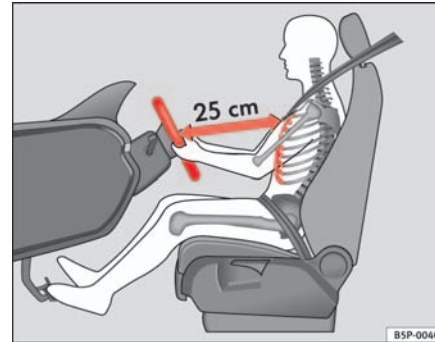

Abb. 113 Die richtige Sitzposition des Fahrers
- Stellen Sie das Lenkrad so ein, bis die gewünschte Einstellung erreicht ist ⇒ Abb. 113.
- Stellen Sie den Fahrersitz oder das Lenkrad so ein, dass der Abstand zwischen Lenkrad und Brustbein mindestens 25 cm beträgt → Seite 156, Abb. 113. Wenn Sie den Mindestabstand nicht einhalten, kann Sie das Airbag-System nicht schützen – Lebensgefahr!